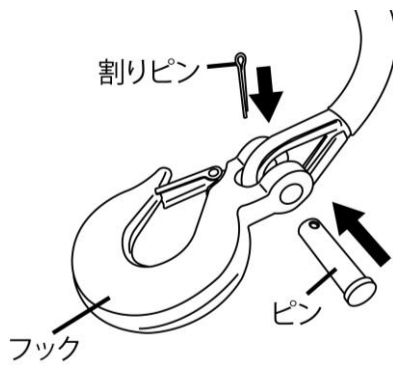

図2
- ② フェアリーダーにシンセティックロープを通し、シンセティックロープ先端のワッカ部分に付属のフックをピンを使用して取り付けて、最後に割りピンで抜け止めをしてください(図2参照)。
- ③ 電動ウィンチのモーター部に繋がっている3本のコードが確実に固定されている事を確認してください。固定が不完全な場合は、ナットを時計回転方向に回して固定してください。固定後はビニールカバーを被せてください。
- ④ 赤色バッテリーコードを車両バッテリーのプラス端子に接続してください。
- ⑤ 黒色バッテリーコードを車両バッテリーのマイナス端子に接続してください。
- ⑥ 「2. 使用方法」を参考にして、正常に作動する事を確認してください。必ず、**正常に作動する事を確認後、車両への取り付け作業行って**ください。
- ⑦ 車両への取り付け前に、取り付け場所が本機の能力に充分耐える事が出来るか確認してください。
- ⑧ SRSエアバック装着車両に本機を取り付ける場合は、取り付け場所によっては、SRSエアバックの作動に影響を与える可能性があります。取り付け前には、必ず確認をしてください。
- ⑨ 上記を確認の上、取り付けステーの8ヶの穴を利用して、車両側に確実に固定してください。
- ⑩ お客様で取り付けステーを作られる場合は、必ず本機の能力に耐える事が出来る構造にしてください。